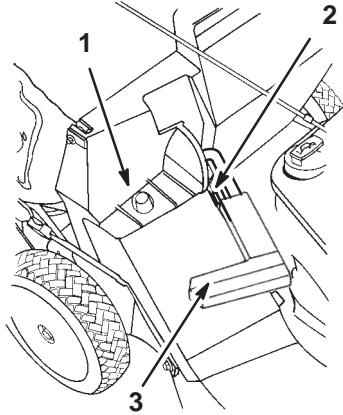
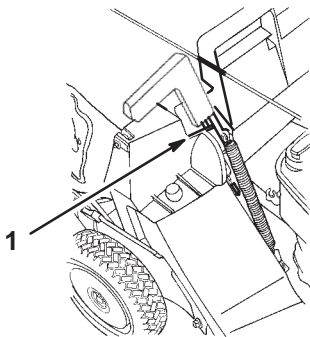

Figure 31
Figure 32
2. Vérifiez que la poignée du volet d'éjection est complètement abaissée vers l'avant et que l'ergot est bien engagé dans son logement (Fig. 31).
3. Accrochez le cadre du sac par le trou sur l'ergot de retenue situé sur l'éjecteur (Fig. 31).
5. Tirez la poignée du volet d'éjection vers l'avant pour dégager le goujon et le faire passer après la rampe du volet du sac, puis repoussez la poignée vers l'arrière pour bloquer le goujon dans l'encoche du sac (Fig. 32).
8. Tirez la poignée du volet d'éjection vers le haut et hors de l'encoche du sac (Fig. 32), puis vers l'avant pour qu'elle s'engage l'arrêt (Fig. 31).